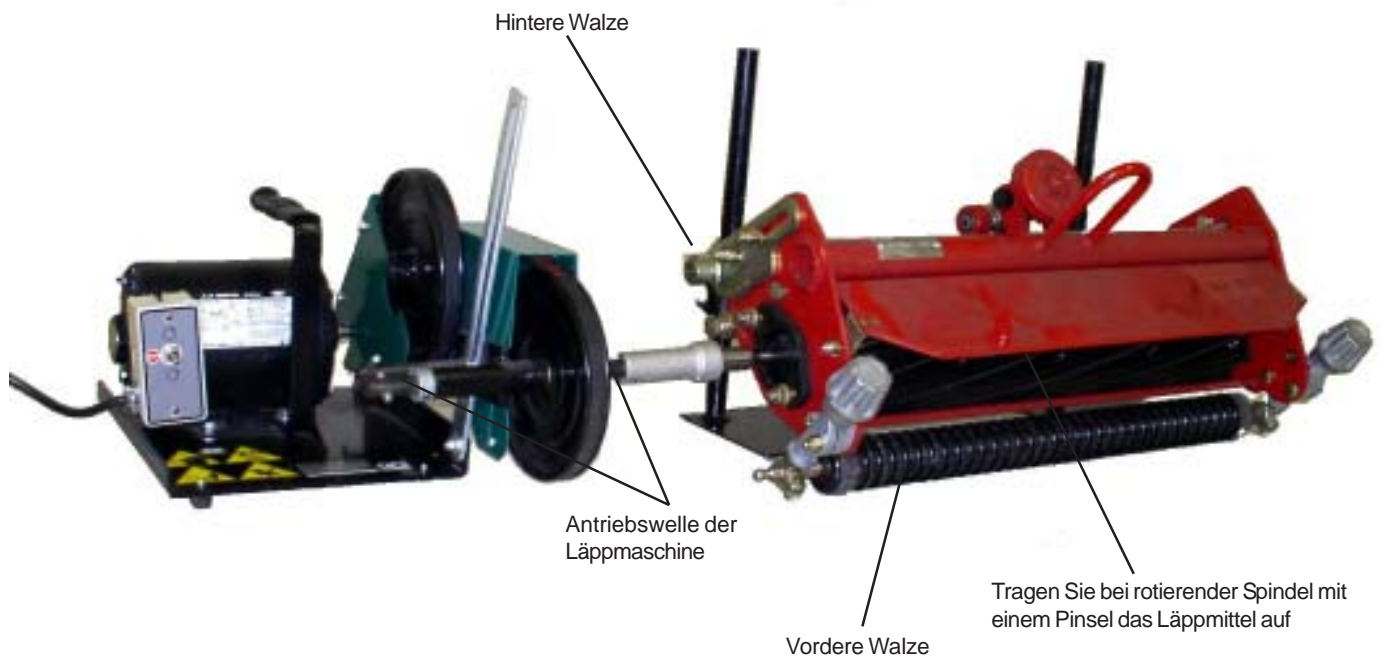

ABB. 2
2. Platzieren Sie je nach Mähertyp bei Schneideinheiten mit vorderer Walze die höhenverstellbaren Ständerstangen unter der hinteren Walze. Die vordere Walze liegt dann auf dem Boden auf, wie das in ABB. 2 zu sehen ist. Bei Schneideinheiten ohne vordere Walze platzieren Sie die höhenverstellbaren Ständerstangen entweder unter der vorderen Spurstange oder dem Mäherrahmen; die Ständer sollten einen möglichst großen Abstand zueinander aufweisen.
3. Die Läppmaschine erzielt optimale Arbeitsergebnisse, wenn die Vorderkante des Untermessers tiefer liegt als die Rückseite des Untermessers, wie das in ABB. 2 zu sehen ist.
- \* Um für die unterschiedlichsten Mäheinheiten eingesetzt werden zu können, lässt sich die Läppmaschine entweder rechts- oder linksseitig an die Mäheinheit anschließen, wie das in ABB. 2 gezeigt wird.